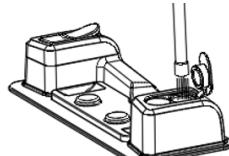

Fig. 6
- Umpleți cu apă. Poate fi utilizat un produs de dezinfecție curat, fără adăos de ulei volatil (Fig. 6).